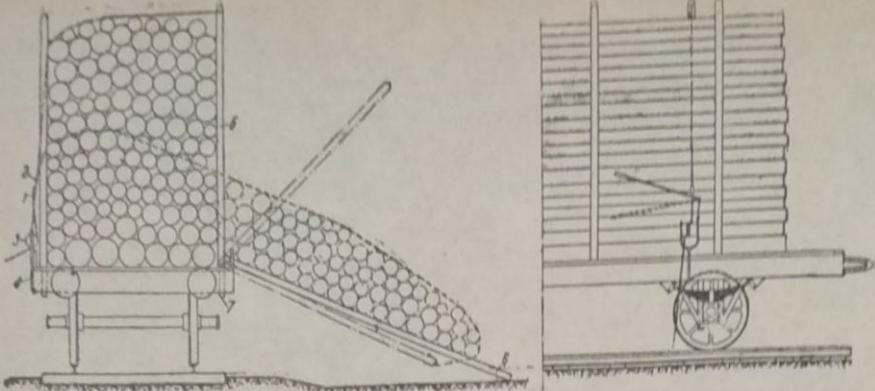

Рис. 5
Разгрузка древесины, уложенной на платформах без прокладок, выполняется при помощи приспособления (рис. 5), состоящего из двух шарнирных стоек (5), барабана (3), закрепленного в обойме (4) и соединенного со стойкой (5) целью или тросом (2).
дят две стойки со стороны склада. При помощи рычага (1) натягивают тросы и пропускают их несколькими витками через барабан (3). Две рабочие стоят около барабанов и, натягивая за концы цепи, тормозят их на барабане. После этого снижают с платформы один ряд стоек со стороны склада, и рабочие на барабанах начинают оттормаживать тросы. Шарнирные концы стоек под действием тяжести древесины постепенно откидываются, и древесина сваливается с платформы, как показано на рис. 5. Между платформой и разгрузочной площадкой устанавливается покат (6); по нему скатываются бревна, а стойка (5) опускается под покат. Трос отделяется от стойки в тот момент, когда движение рассыпанной древесины прекращается, и трос больше не натягивается.